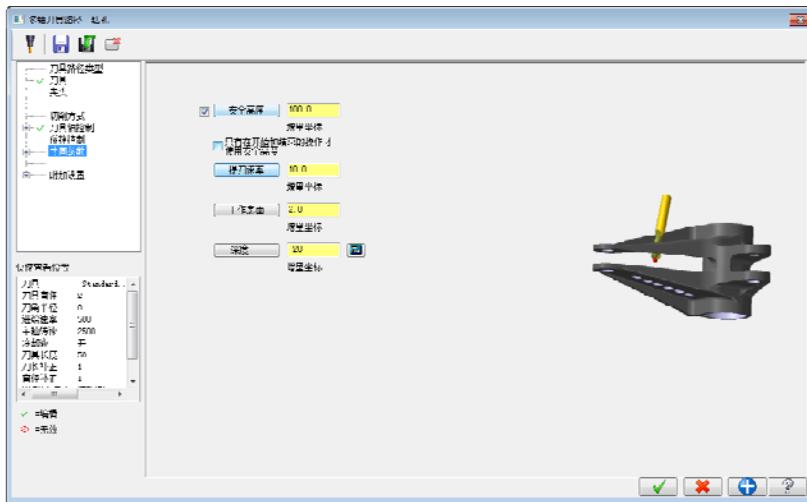

图11-17 设置钻孔五轴加参数
- 05 设置钻孔五轴加工参数。选择“多轴刀具路径-钻孔”对话框中“共同参数”选项，设置深度为-20，如图11-17所示。